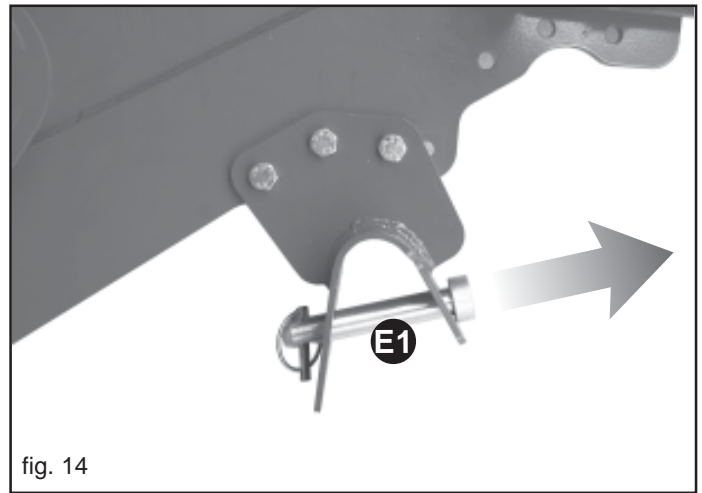

fig. 14
- 2) Rimuovere le spine a scatto e sganciare i perni di sicurezza (E1, Fig. 14).
- 2) A macchina sollevata inserire i puntelli di sostegno e togliere i perni di sicurezza (E1, Fig. 14).